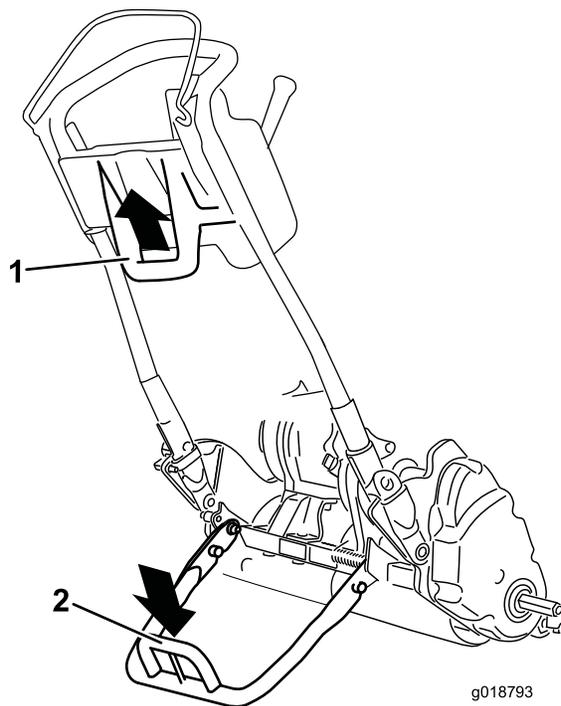

Figura 22
- Per utilizzare il cavalletto per montare le ruote di trasferimento, abbassatelo a terra e appoggiatelo sull'anello mentre tirate la maniglia inferiore centrale verso l'alto e all'indietro (Figura 22).